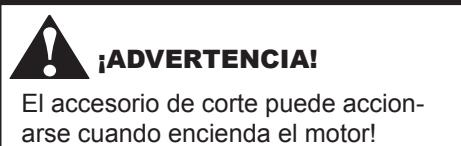

Figura 19
5. Mientras sostiene el tubo exterior firmemente con una mano, jale despacio la cuerda del arrancador retráctil hasta que sienta resistencia, luego jale rápidamente para arrancar el motor. Consulte Figura 19.